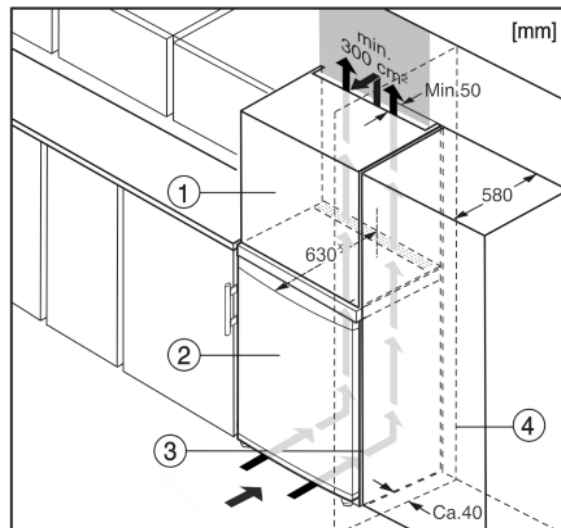

Fig. 10
El aparato se puede rodear de armarios de cocina. Para adaptar el aparato Fig. 10 (2) a la altura de la cocina, se puede instalar un armario Fig. 10 (1) correspondiente sobre el aparato.
Si la cocina posee armarios (profundidad máx. 580 mm), el aparato se puede colocar directamente junto al armario de cocina Fig. 10 (3). El aparato sobresale 34 mm \* por los lados y 50 mm \* en el centro del aparato respecto al frente del armario de cocina.\*
Si el aparato se instala con las bisagras junto a una pared *Fig. 10 (4)*, la distancia entre el aparato y la pared debe ser de como mínimo 40 mm. Esto equivale al saliente del tirador con la puerta abierta.\*